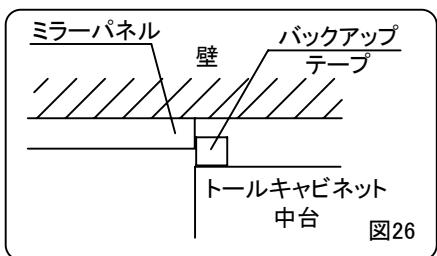

図26
④付属のバックアップテープを中台キャビネット背面のミラーパネル側に取付けてください。(図26)